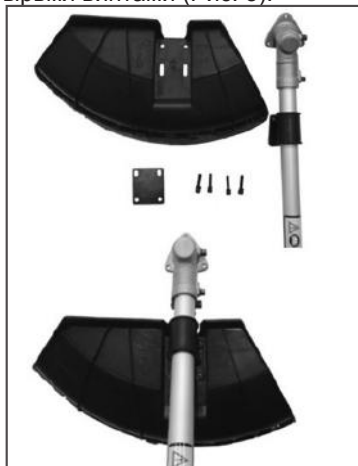

Рис. 3. Установка защитного кожуха
2. Установите на нижнюю штангу защитный кожух и зафиксируйте его четырьмя винтами (Рис. 3).
4. Проверить исправность защитного кожуха триммерной головки. Снять защитный чехол 4 ножа для обрезки корда (Рис. 3). Проверить отсутствие повреждений и остроту заточки ножа для обрезки корда, установленного на защитном кожухе. При необходимости заточить.